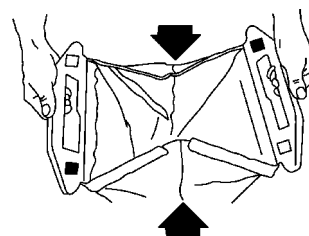

Figure 19
5. Fermez l'arrière du sac de ramassage en pliant les côtés vers l'intérieur et en réunissant les deux moitiés de la poignée arrière (Fig. 19).